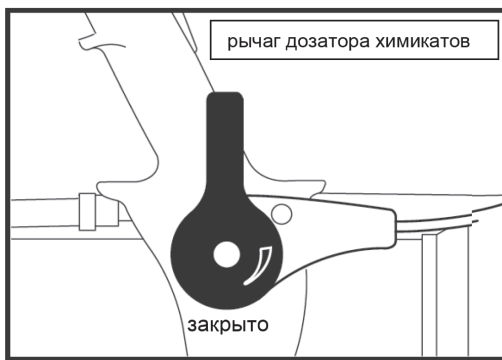

Рис. 15
1. Рычаг дозатора порошковых химикатов переводим в положение «закрыто» (рис. 15).